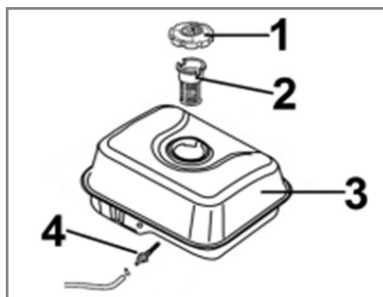

Рис. 19 Расположение топливных фильтров
В топливном баке установлены два сетчатых топливных фильтра. Один фильтр устанавливается в заливной горловине топливного бака. Второй фильтр конструктивно объединен со штуцером топливного бака и установлен внутри бака (Рис. 19).
Топливный фильтр 2 (Рис. 19), установленный в горловине бака, проверяйте при каждой заправке бака топливом. При необходимости вынимайте сетчатый фильтр из бака и производите его очистку. Регулярно проверяйте
Через каждые 300 часов работы необходимо производить очистку топливного бака от грязи и конденсата. Одновременно с очисткой топливного бака необходимо проверять и очищать фильтр 4, установленный внутри бака (Рис. 19).
3. Выкрутите из топливного бака выходной штуцер с фильтром 4 и произведите его очистку (Рис. 19). Внимательно осмотрите сетчатый фильтр. При обнаружении механических повреждений замените штуцер топливного бака.